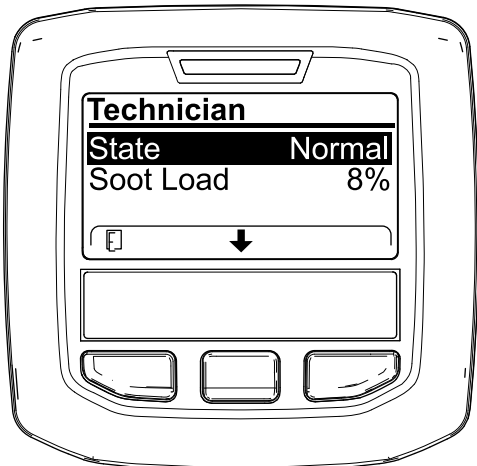

Figura 46
- Utilize a tabela de funcionamento do DPF para compreender o estado atual do funcionamento do DPF (Figura 46).